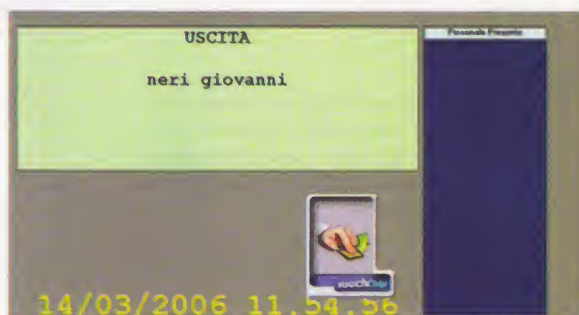

Fig.10 In qualsiasi momento con il programma Controllo Presenze potrete avere in tempo reale la situazione delle persone presenti.
**Fig.10** Una volta caricati nel PC i driver del programma e collegato alla sua porta USB il lettore di impronte, dovete procedere all'installazione del relativo software. Cliccate quindi sull'icona Risorse del computer e si aprirà la finestra riprodotta qui a destra nella quale dovete cliccare 2 volte sulla scritta Software.